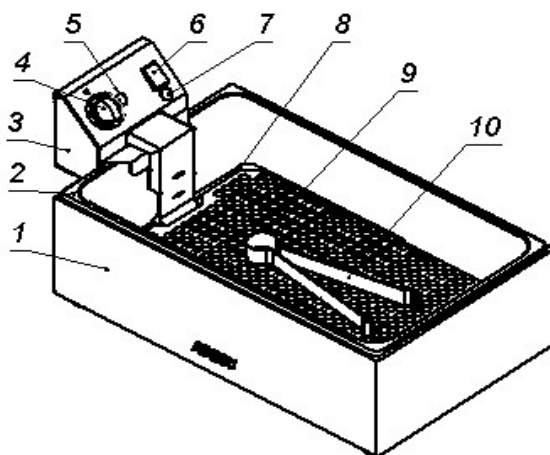

Рис. 1
4.2. Управление фритюрной ванной осуществляется с блока управления нагревом (3) (см. рисунок 1). В выключенном положении выключателя (6), индикторные лампы (5) и (7) не горят.